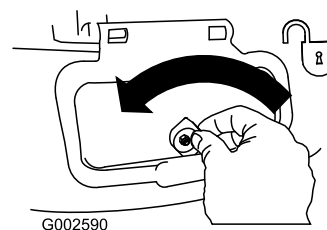

Figure 37
1. Déverrouillez le volet d'éjection latérale (Figure 37).